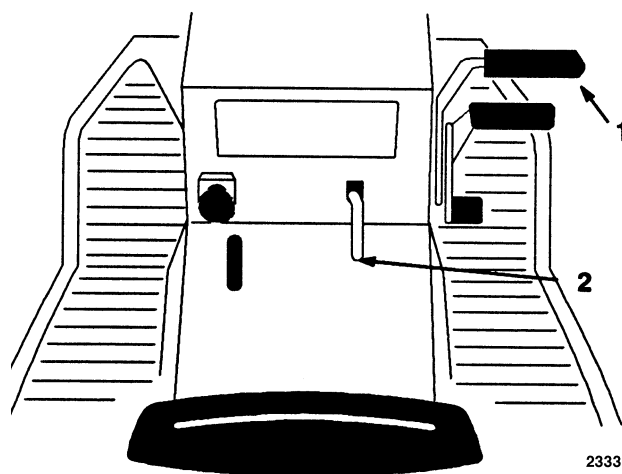

Fig. 2
1. Premete il pedale frizione/freno (Fig. 2) e tenetelo premuto.
2. Alzate il freno a mano (Fig. 2) e togliete lentamente il piede dal pedale frizione/freno, che deve rimanere abbassato (bloccato).
1. Premete il pedale frizione/freno (Fig. 2). Il freno a mano viene rilasciato.